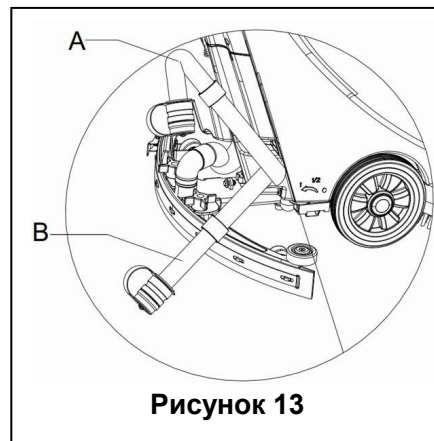

Рисунок 13
2. При использовании ручки швабры (14), приподнимите швабру.
4. Возьмитесь за руль (2) и осторожно наклоните устройство назад, чтобы направляющее колесо коснулось пола. (Для стыковки устройства см. процедуры остановки секции)
5. Отключите сливной шланг от фиксатора, согните верхнюю часть сливного шланга (как показано в А, рисунок 13), а затем откройте крышку сливного шланга, опустите сливной шланг на низкий уровень или на землю, для того, чтобы слить воду. Кроме того, сразу установите сливной шланг в низкой позиции или на земле, чтобы сделать спускающийся выход воды (как показано в В, рисунок 13), а затем откройте крышку отверстия для слива воды, для отвода сточной воды в резервуаре. После завершения слива, используйте чистую воду, чтобы очистить резервуар для грязной воды.